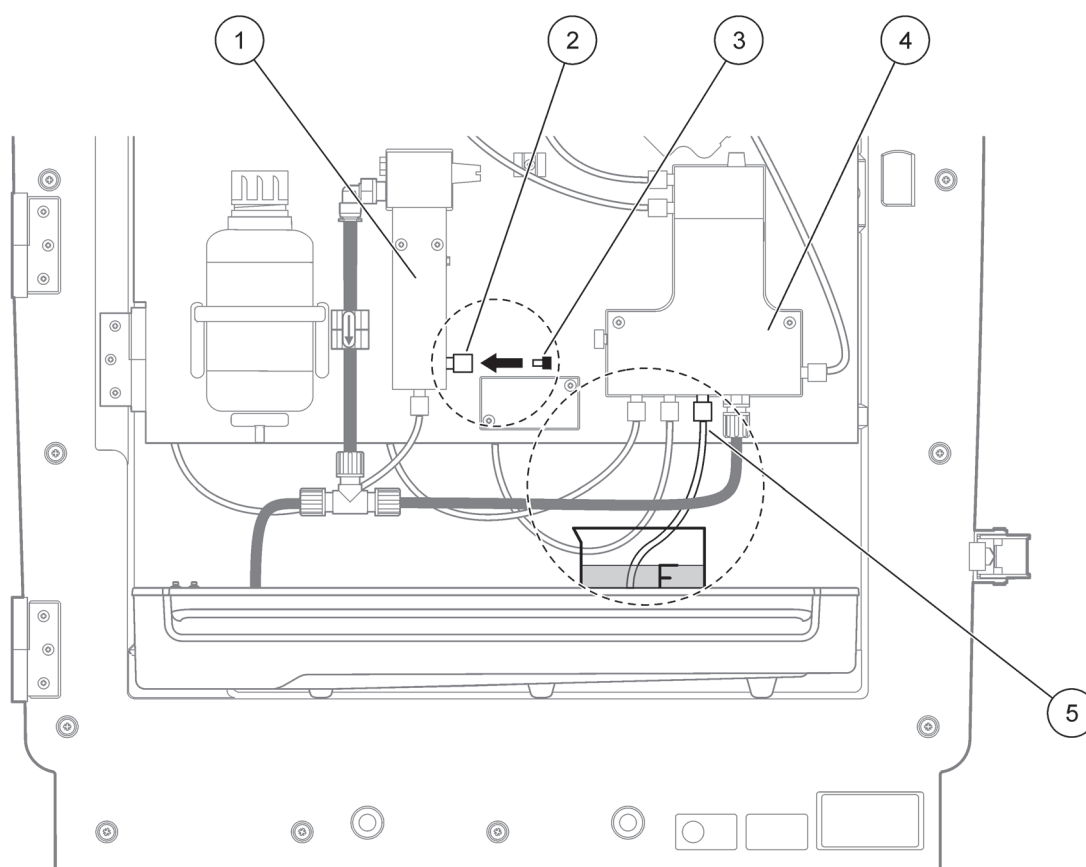

Figure 10 Modifica di AMTAX sc
7. Selezionare INVIO per modificare l'analizzatore (Figure 10 on page 133):